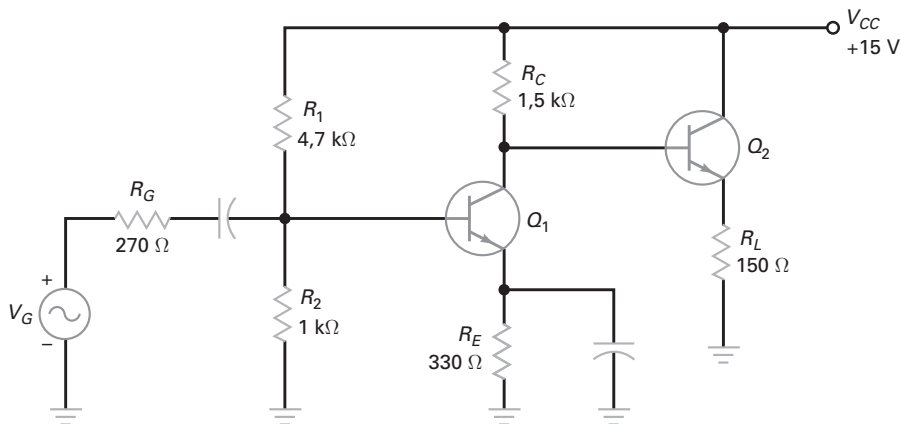

Figura 9-30
9-16 Qual é o ganho de tensão do estágio EC na Figura 9-30 se o segundo transistor tem um ganho de corrente CC e CA de 200?
9-17 Se os dois transistores na Figura 9-30 têm ganhos de corrente CC e CA de 150, qual é a tensão de saída quando $V_G = 10$ mV?
9-18 Se os dois transistores têm ganhos de corrente CC e CA de 200 na Figura 9-30, qual o ganho de tensão do estágio EC se a resistência de carga diminuir para 125 Ω?
9-19 Na Figura 9-30, o que poderia acontecer com o ganho de tensão do amplificador EC se o estágio seguidor de emissor fosse retirado e o capacitor fosse usado para acoplar o sinal CA para a carga de 150 Ω?
- 9-41** Na Figura 9-30, se a tensão de entrada do gerador for de 100 mV pp e o capacitor de desvio do emissor abrir, qual será a tensão de saída na carga?